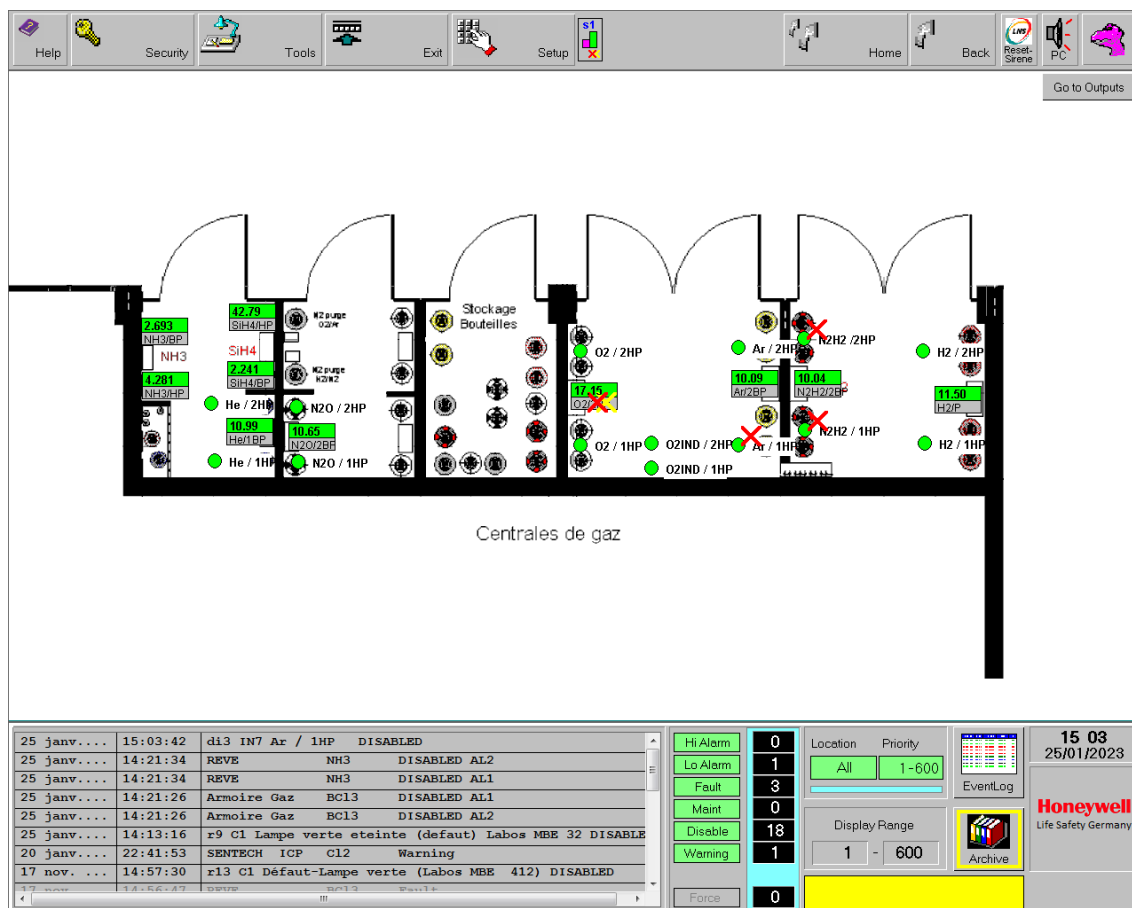

Figure 20: Alarme bouteille d'Ar désactivée
- L'alarme est acquittée, le capteur est désactivé (Figure 20)